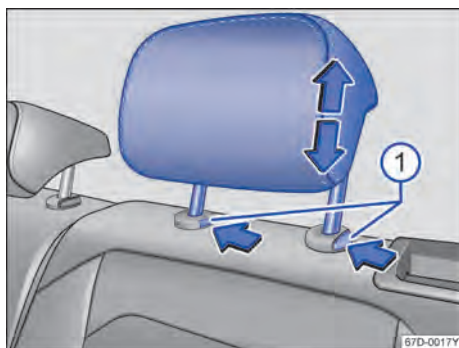

图 61 拆卸和安装后排头枕
- 用手同时按压按钮→图 61①，另一人将头枕完全拔出。
- 按住按钮→图 61①向下移动头枕。